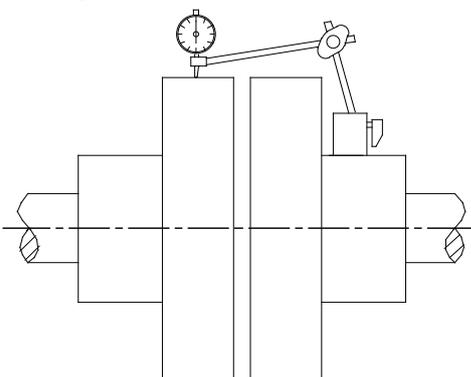

Figura 4.3 Allineamento e calibrazione dell'unità di pompaggio
- Controllare l'allineamento della pompa e del motore. Allineare e calibrare l'unità con un livello, se necessario (vedere Figura 4.3).